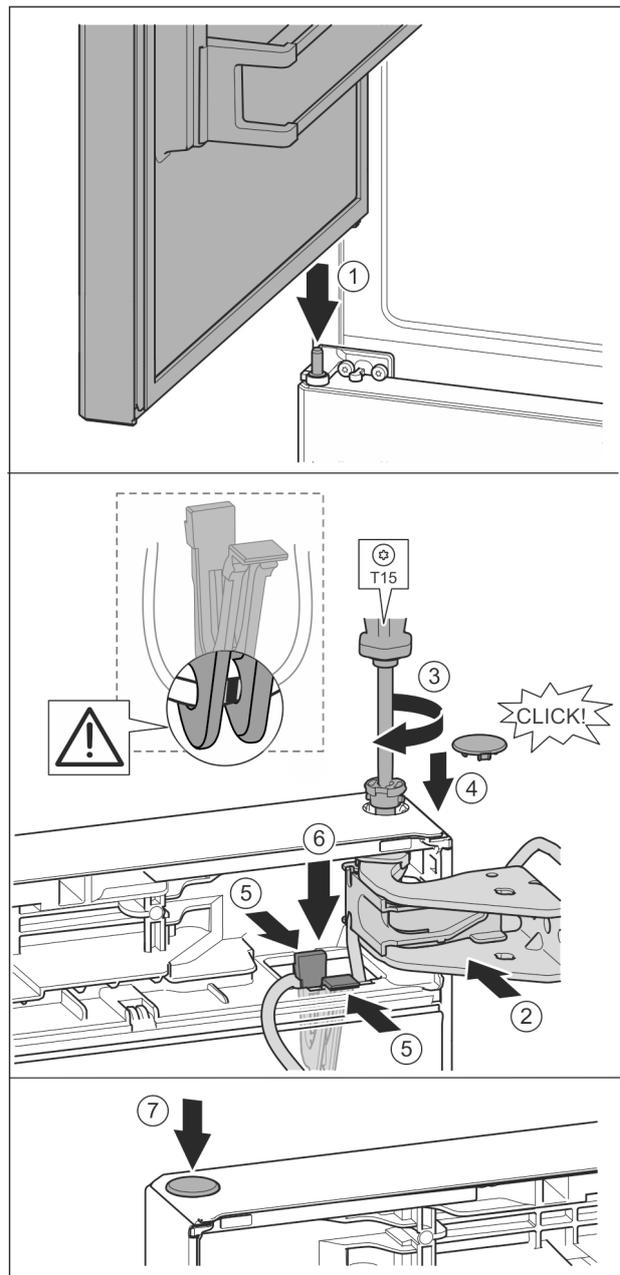

Fig. 36
- ▶ Obere Tür auf mittleren Lagerbolzen setzen Fig. 36 (1)
- ▶ Tür oben zur Öffnung im Lagerbock ausrichten. Fig. 36 (2)
- ▶ Bolzen einsetzen und mit Schraubendreher T15 festschrauben. Fig. 36 (3)
- ▶ Sicherungsabdeckung zur Sicherung der Tür montieren: Sicherungsabdeckung einsetzen und kontrollieren ob sie auf der Tür aufliegt. Ansonsten Bolzen vollständig einsetzen. Fig. 36 (4)
- ▶ Halter mit daran befestigtem Kabel in Öffnung einsetzen. Fig. 36 (5)
- ▶ Halter nach unten drücken bis die Lasche einrastet. Fig. 36 (6)
- ▶ Stopfen einsetzen. Fig. 36 (7)